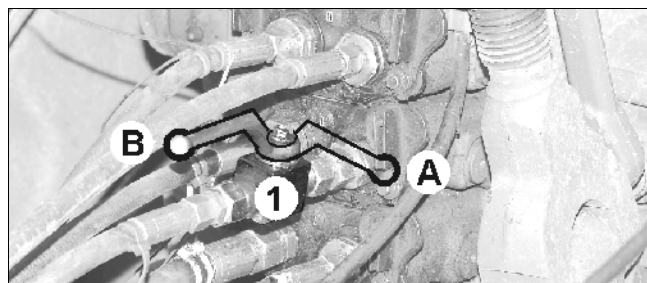

Fig. 14
- Stäng avstängningskranen (Fig. 14/1) (läge A).
- Öppna avstängningskranen (Fig. 14/1) (läge B).